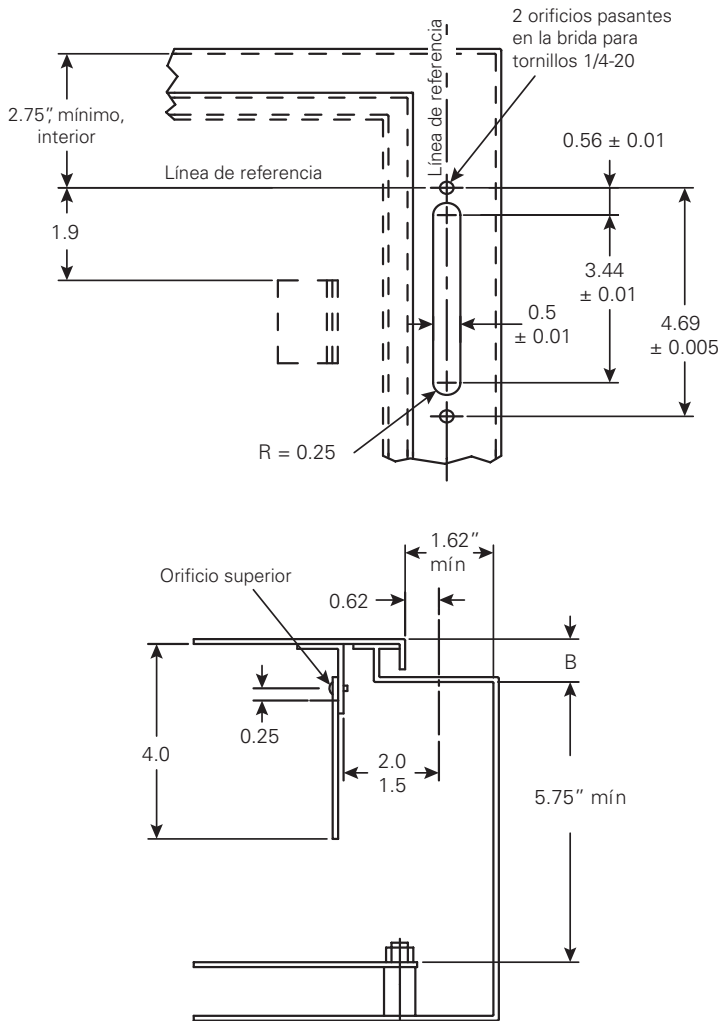

Fig. 4-1. Plantilla de taladrado de la brida. Montaje de manija y cuchilla de enclavamiento.
- Paso 1.** Coloque el mecanismo de la manija con el empaque adjunto sobre el recorte del gabinete. Para dimensiones del recorte, vea la Fig. 4-1. Coloque el soporte de la manija en el interior, como se muestra en la Fig. 1-1. Inserte el tornillo superior de montaje (1/4-20 x 7/8") del mecanismo de la manija y la arandela de seguridad a través del soporte y el gabinete, y enrósquelo en el mecanismo de la manija algunas vueltas, pero no totalmente.
Si un gabinete no cuenta con provisiones para montar la manija con brida, a continuación se presentan las dimensiones (ver Fig. 4-1) para realizar los cortes necesarios y montar la cuchilla de enclavamiento de la puerta.